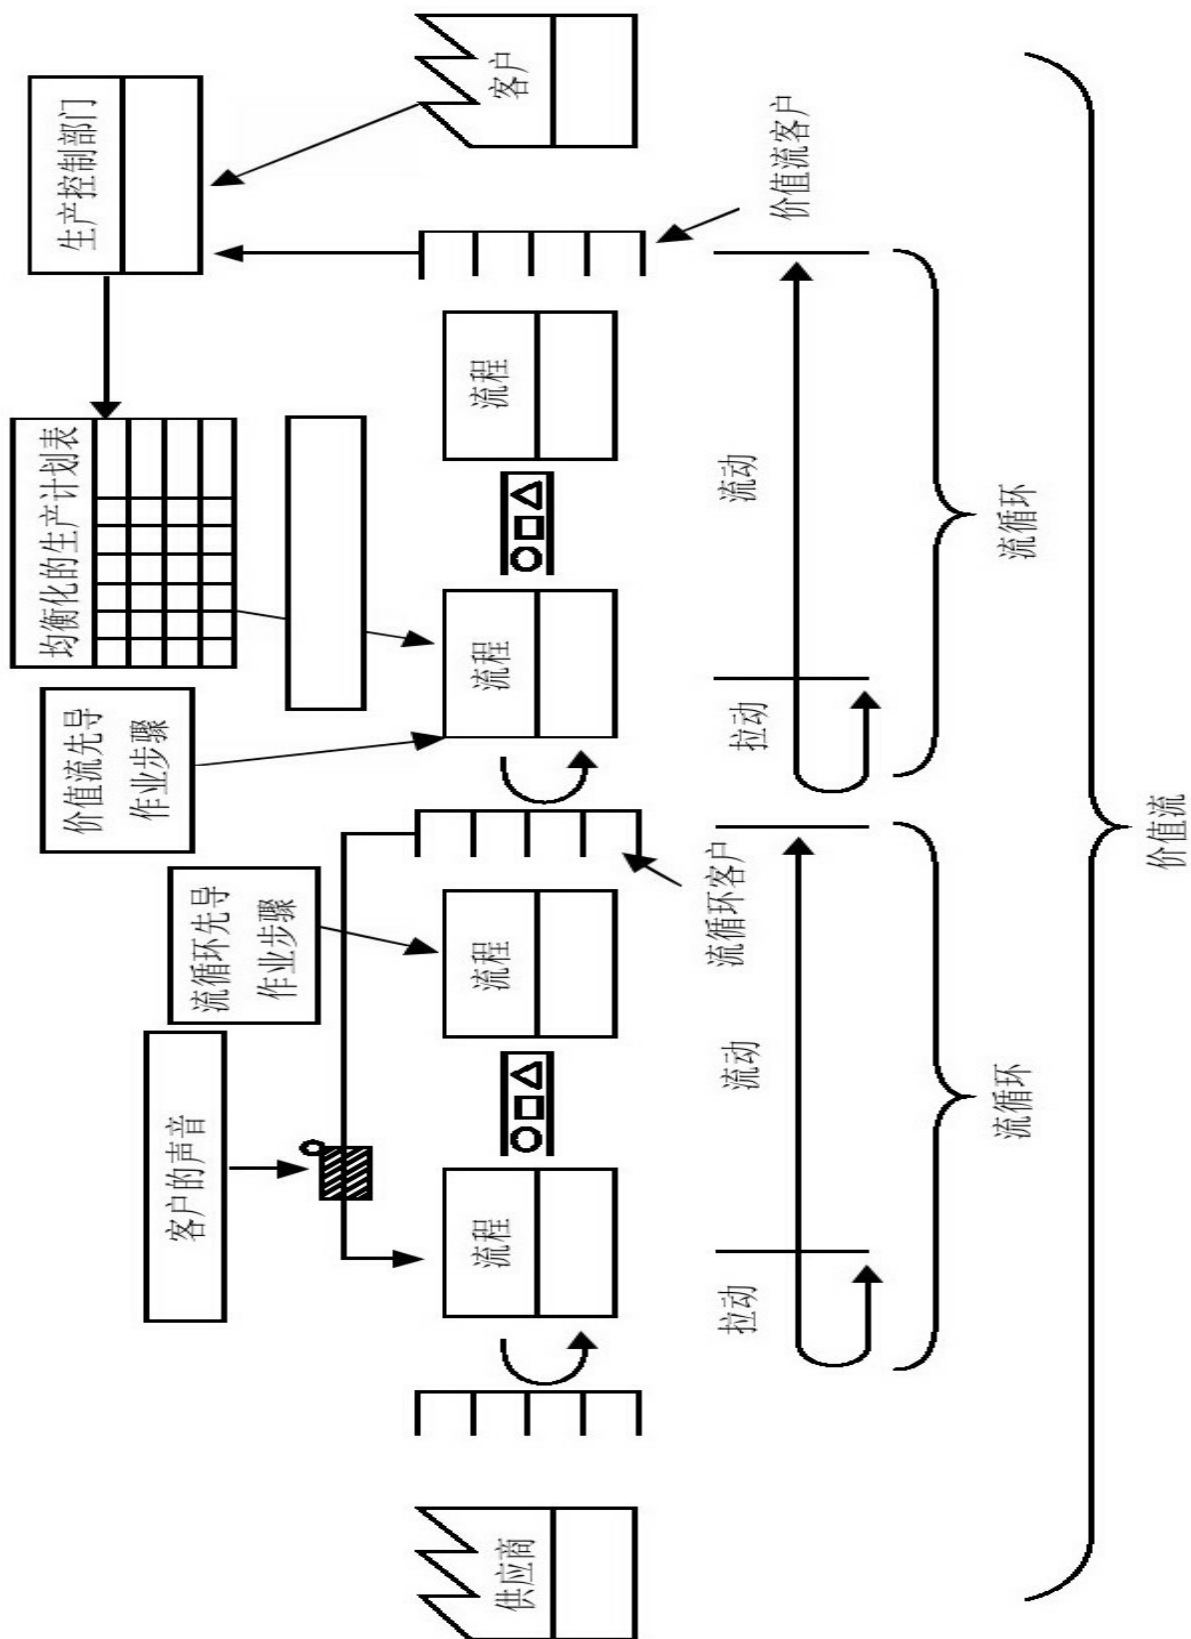

图 3-2 未来价值流图（已完成元素界定）
2.较短的提前期。精益价值体系的一个主要特征是提前期非常短。请注意，在图3-2中，提前期是通过战略性地将零部件超市置于第一个流循环之后而得以缩短的。尽管存货被视为一种浪费，但是以这种方式来运用它，不仅改善了价值流的灵活性，同时还缩短了提前期。超市中的存货应维持在最低水平，且一旦价值流作业可以实现真正的无间断流程，便可以将存货清除。
5.简化的信息流。精益价值流的一个主要方面是其中的信息流可以被简化。信息可能来自外部，也可能来自内部。来自于客户的外部信息流只能在一个点进入价值流，完成工作所需的所有其他信息均来自价值流内部。如果价值流中存在存货超市，那么存货超市就是信息的来源。如果使用的是“有序流程”，那么信息将会与产品一起流动。而“生产计划表”将由价值流中的某一个流程决定。从图3-2我们可以看出，有些机制用来传达“客户的声音”，客户提供的信息就是通过它来向流程传达何时需要做何事的指示。